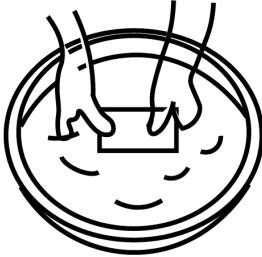

Figure 21
- Lavez soigneusement le filtre dans de l'eau tiède savonneuse, fig. 21.